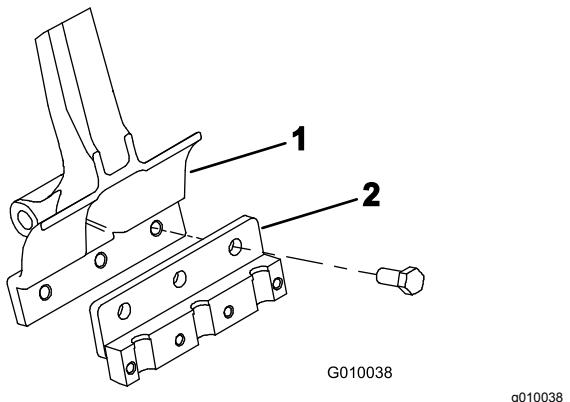

Figura 23
3. Monte un portataladros en cada brazo de taladros con 3 pernos de  $\frac{1}{2} \times 1\frac{1}{4}$  pulgada (Figura 23). Apriete los pernos a 101,6 N·m.